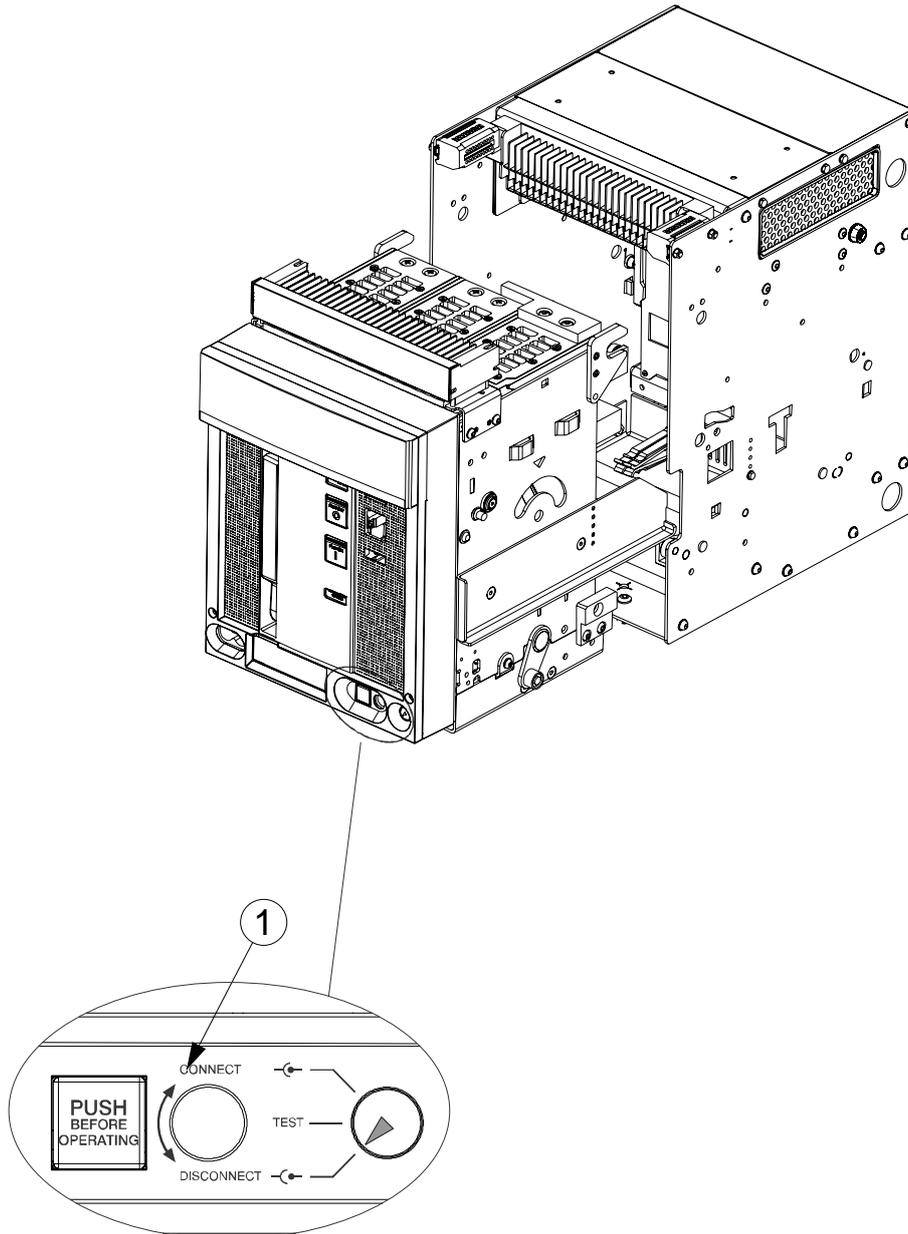

Fig. 11
Spingere la parte mobile fino all'arresto nella posizione di «disconnected» (1). In questa posizione la porta della cella può essere chiusa e l'interruttore può essere manovrato manualmente (fig. 11).
Push the moving part through to the stop point in the «disconnected» position (1). In this position, the compartment door can be closed and the circuit-breaker operated in the manual mode (fig. 11).
Den beweglichen Teil bis zum Anschlag in der Position «disconnected» (1) schieben. In dieser Position kann die Schalfeldtür geschlossen und der Leistungsschalter von Hand geschaltet werden (Abb. 11).
Pousser la partie mobile jusqu'en butée dans la position de «disconnected» (1). Dans cette position la porte du compartiment peut être fermée et le disjoncteur peut être manœuvré manuellement (fig. 11).
Empujar la parte móvil hasta el bloqueo en la posición de «disconnected» (1). En esta posición resulta posible cerrar la puerta de la celda y maniobrar el interruptor manualmente (fig. 11).